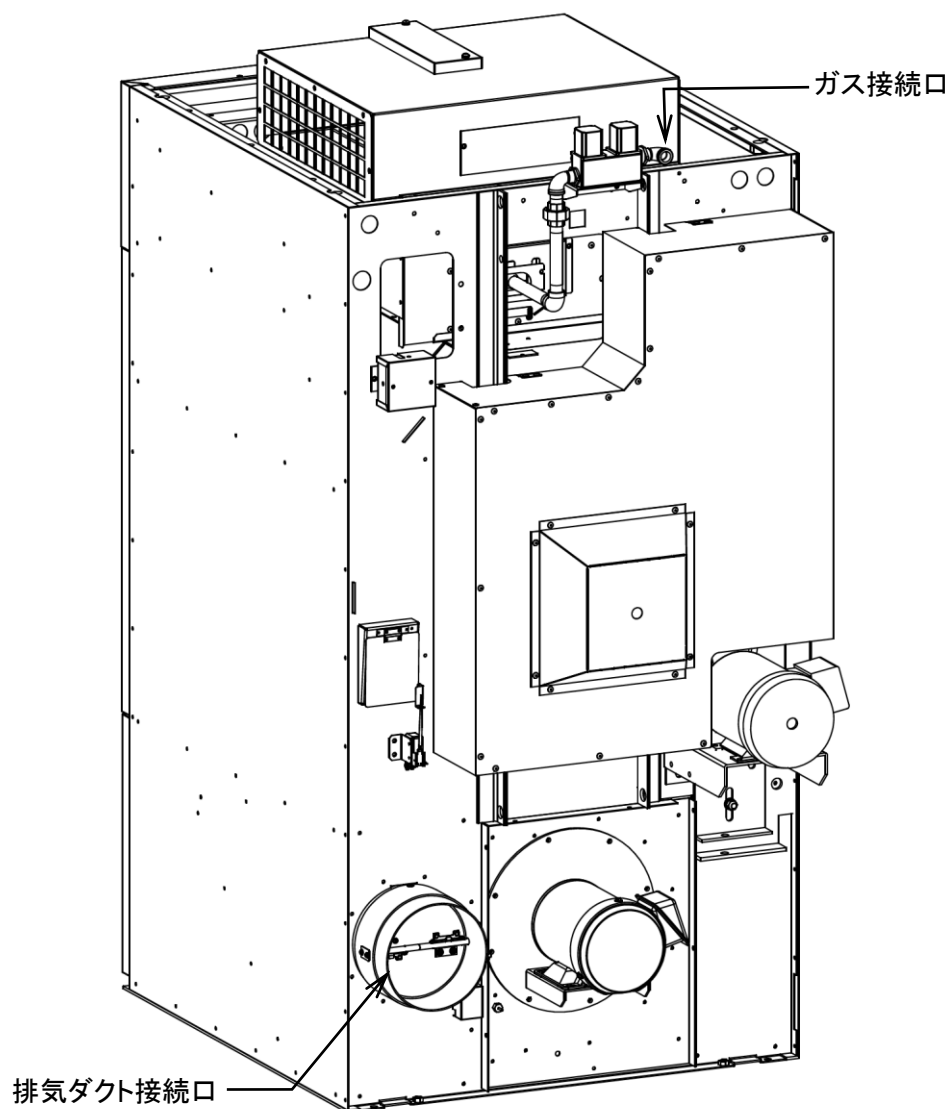

図 5-1
- ・ ガス配管接続口に配管を接続します。(図 5-1)
- ・ 排気ダクト接続口にダクトを接続します。外形は $\phi 198\text{mm}$ です。(図 5-1)